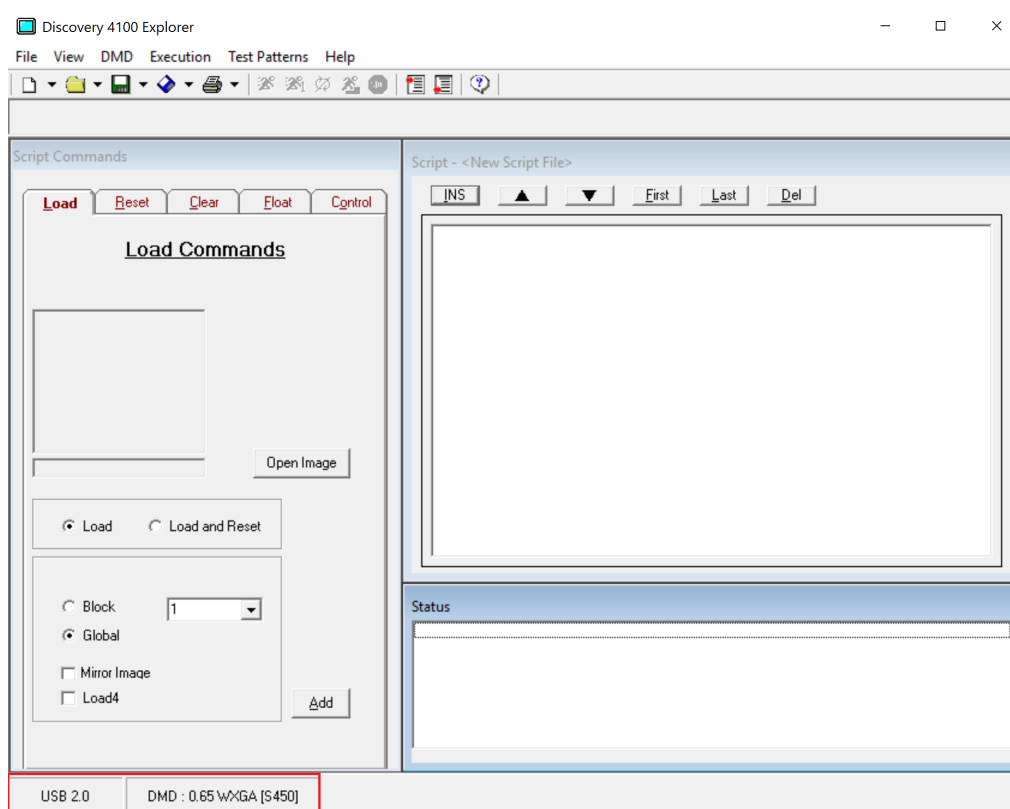

図 3-11. Discovery 4100 Explorer USB および DMD — 接続ステータス
17. ソフトウェアが起動します。左下のステータス パネルに、USB 接続ステータスと DMD タイプが表示されます (図 3-11)。